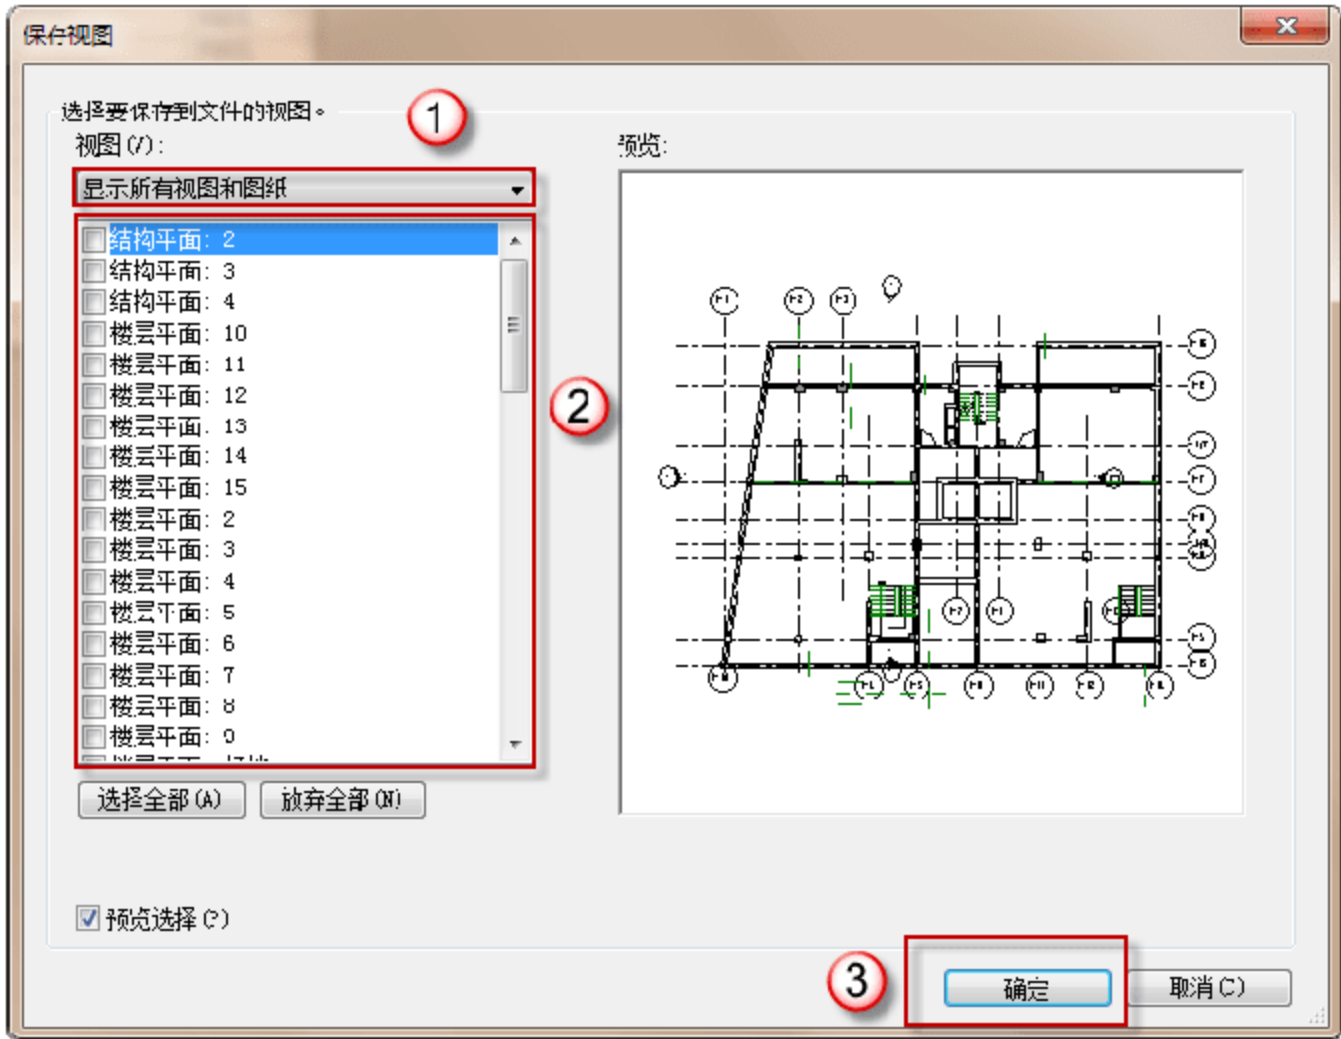

图 13.3.11 “保存视图”对话框
(11) 保存门明细表。选择“应用程序菜单”→“另存为”→“库”→“视图”命令，在弹出的“保存视图”对话框中选择显示视图类型为“显示所有视图和图纸”，在列表中选择要保存的视图，单击“确定”按钮即可将所选视图保存为独立的 RVT 文件，如图 13.3.11 所示，或者在“项目浏览器”面板中右击要保存的视图名称，在弹出的快捷菜单中选择“保存到新文件”，也可将视图保存为 RVT 文件。